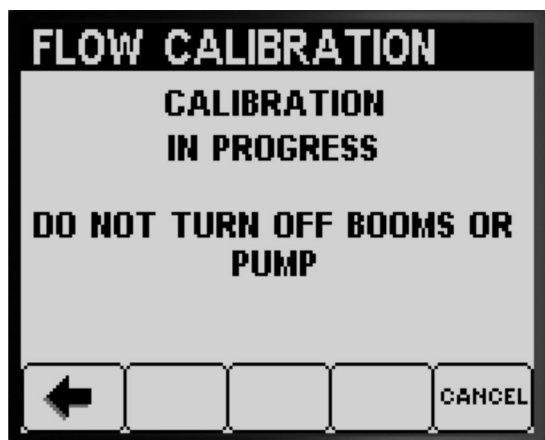

Figure 54
**Remarque:** L'InfoCenter affiche l'écran d'étalonnage en cours (Figure 54).